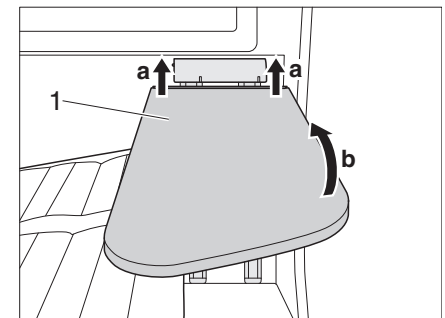

Bild 34 Tischplatte einklappen
Tischplatte einklappen: ■ Tischplatte (Bild 34,1) anheben (a) und nach oben klappen (b).
■ Tischplatte (Bild 34,1) nach unten schieben.